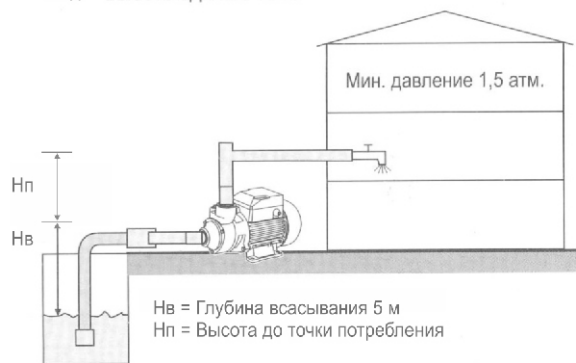

Рис. 1. Типовые схемы водоснабжения с использованием центробежного моноблочного насоса.
1. Присоедините всасывающий трубопровод с обратным клапаном к всасывающему патрубку (рис. 1). Для установки всасывающего трубопровода используйте шланг или трубу такого же диаметра, что и всасывающий патрубок насоса. Если высота всасывания больше чем 4 м, используйте шланг (трубу) большего диаметра. Всасывающий трубопровод должен быть полностью непроницаемым для воздуха.